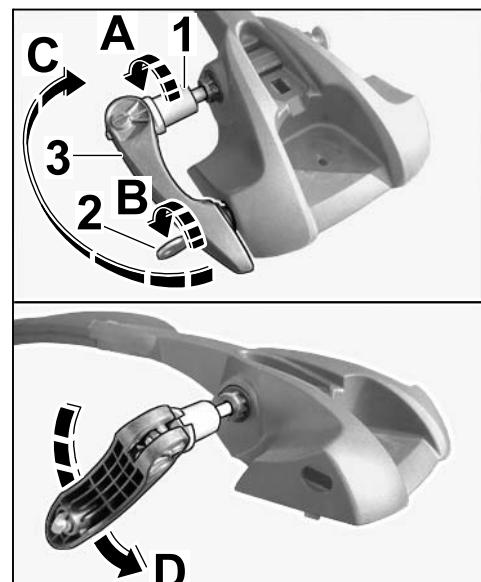

Figura 30
- 7.1.1 Girar el casquillo de ajuste hasta el tope ( $\Rightarrow$  Figura 30-A-)
- 7.1.2 Abrir la cerradura de la palanca tensora ( $\Rightarrow$  Figura 30-B-).
- 7.1.3 Abrir la palanca tensora y girarla 180° hacia atrás ( $\Rightarrow$  Figura 30-C-).
- 7.1.4 Girar la palanca tensora 90° hacia abajo ( $\Rightarrow$  Figura 30-D-).